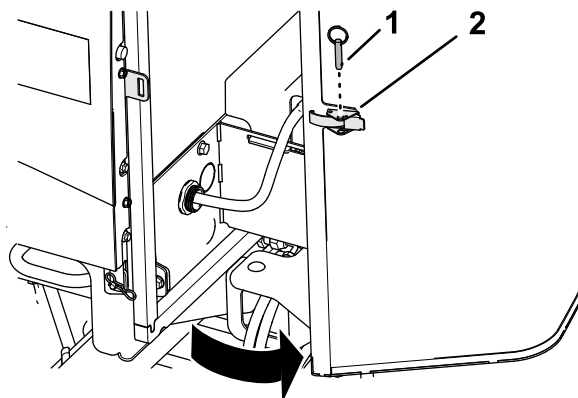

Figure 103
1. Retirez la goupille sphérique du verrou de la protection (Figure 103).